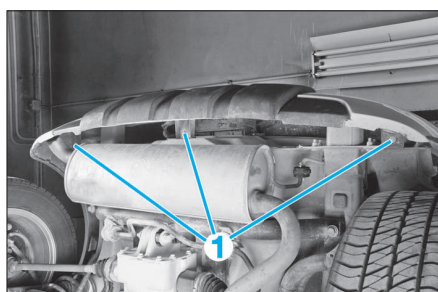

FIG. 111
• Déposer les vis inférieures (1) (Fig.111).